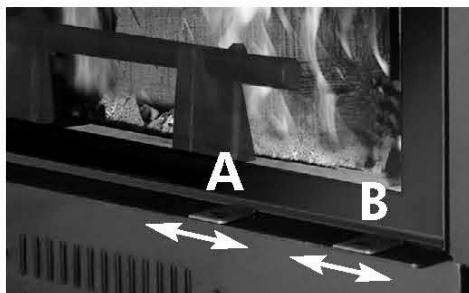

fig. 2
- drążek zasuwki „A” (zobacz rys. 2 u dołu strony) służy do regulacji ilości powietrza pierwotnego potrzebnego do spalania: -gdy go ustawimy w pozycji skrajnie na lewo dopływ powietrza jest zamknięty, - skrajnie na prawo – otwarty.
- żeby otworzyć skrzydło drzwiczek należy zablokować je w pozycji zamkniętej, ustawiając drążek „B” (zobacz rys. 2) pod drzwiczkami skrajnie po prawej stronie. Umieścić kluczyk w zapadce pomiędzy korpusem a drzwiczkami (zobacz rys. 3) i przekręcić go, żeby otworzyć.